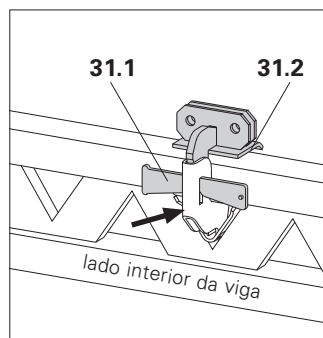

Fig. B2.05.1
2. Empurrar o grampo a partir de dentro para a treliça da viga. (Fig. B2.05.1)